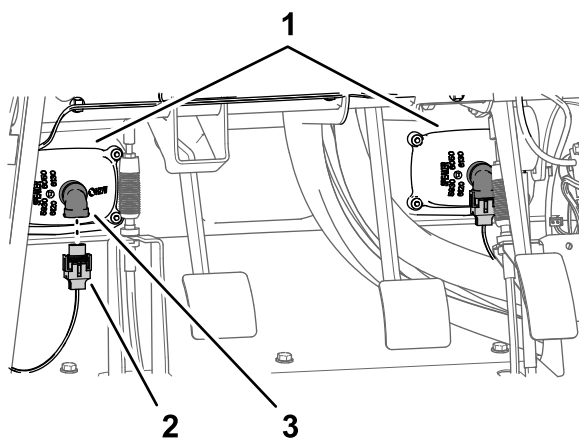

Рисунок 214
3. Подсоедините 2 электрических разъема (2-гнездовых) жгута проводов машины к 2-штыревым разъемам левой и правой фар (Рисунок 214).
1. Совместите внутренний кожух крыла с левой верхней и левой нижней трубами рамы (Рисунок 214).